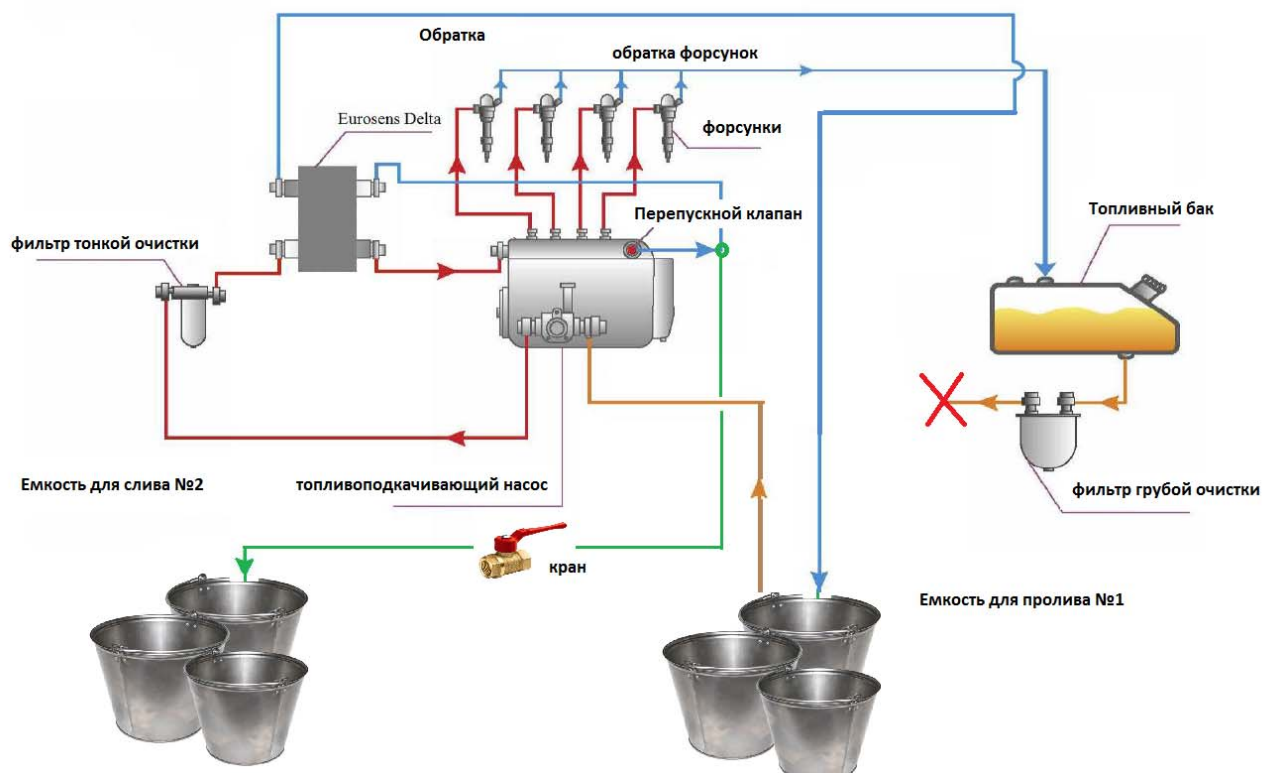

Рис.3 – Схема контрольного замера Delta с имитацией расхода топлива двигателем
- Собрать схему, изображенную на рис. 3.